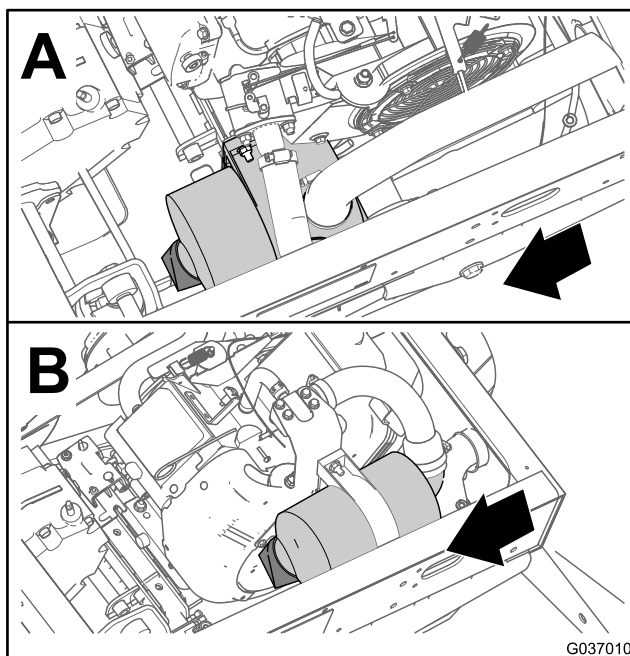
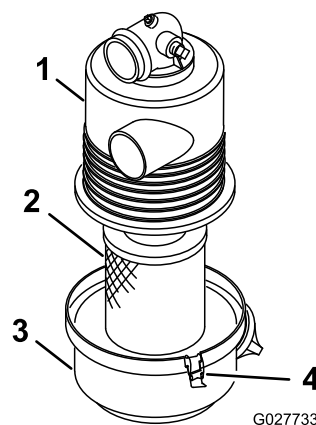

図 32
図 33
2. エアクリーナ本体にリーク原因となりそうな傷がないか点検する 図 32と図 33。
3. エアフィルタのカバーをエアフィルタのハウジングに固定しているラッチを外す 図 33。
4. ボディーからカバーを外し、カバーの内部を清掃する 図 33。
3. エアフィルタのハウジングにエレメントを取り付ける (図 33)。
4. エアクリーナのカバーとハウジングを合わせる 図 33。
5. カバーをハウジングにラッチで固定する(図 33)。